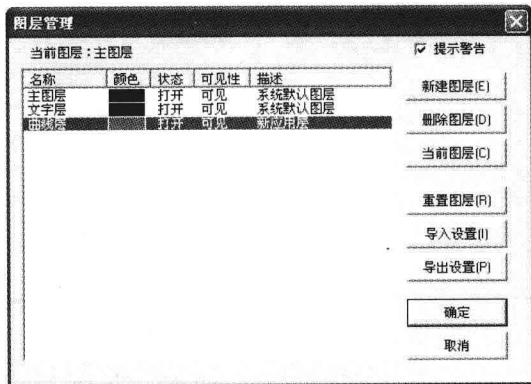
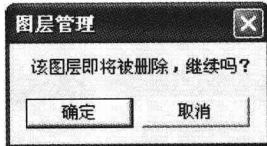

图1-16 选中“曲线层”
图1-17 “图层管理”对话框
- ⑨ 单击选中“曲线层”，如图1-16所示。单击右侧的“删除图层”按钮，弹出“图层管理”对话框，如图1-17所示。